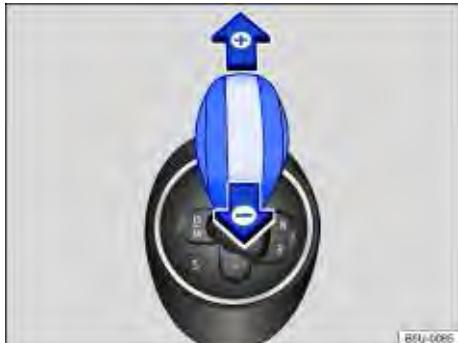

Fig. 104 Alavanca seletora na posição para condução de marcha no modo manual.
- Mover a alavanca seletora para frente ou para trás para engatar as marchas altas ou baixas ⇒ Fig. 104.